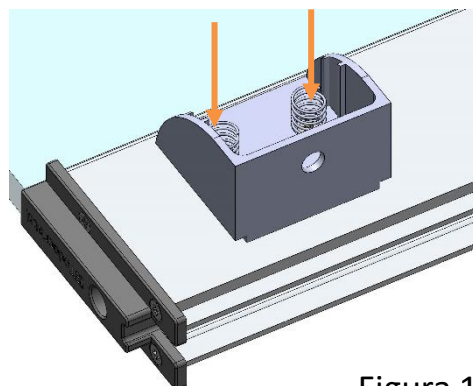

Figura 12
- Colocar los muelles en las cavidades del Soporte (Figura 12).